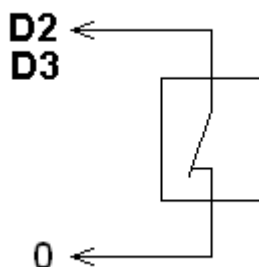

Рис.3.2.
3.4. Схема подключение датчиков источника питания приведена на рис. 3.2